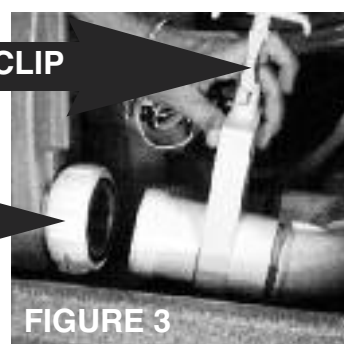

FIGURE 3
4. Desserrer tous les joints du chauffe-eau et des pompes pour laisser égoutter l'excès d'eau dans les tuyaux. (Figure 3). **Votre spa peut avoir plus d'une pompe. Assurez-vous de suivre les procédures d'hivernation pour chaque pompe et chaque joint. Un spa avec une seule pompe a 4 joints, un spa à deux pompes en a 6.**
7. Lorsque le spa est vide, et l'eau a été retirée des jets, de la plomberie, remettre le bouchon de vidange de chaque pompe (Figure 4). Serrer tous les joints et vous assurer que toutes les vannes sont ouvertes et les attaches sont en place (Figure 3).